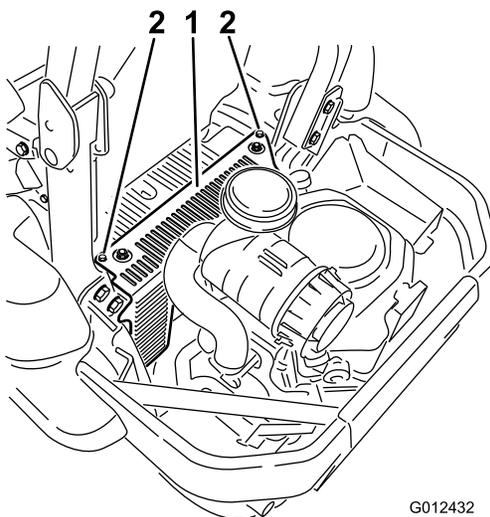

Figura 50
3. Retire la cubierta de la unidad hidráulica y los 2 pernos que están sujetos a la misma (Figura 50). Así tendrá acceso a la bujía delantera.
5. Instale la cubierta de la unidad hidráulica izquierda (Figura 50).